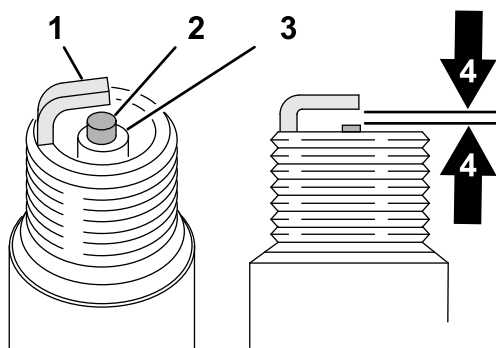

Figura 165
1. Mire la parte central de ambas bujías (Figura 165). Si se observa un color gris o marrón claro en el aislante, el motor está funcionando correctamente. Si el aislante es de color negro, significa que el limpiador de aire está sucio.